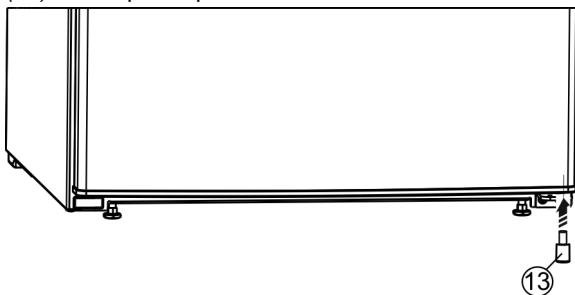

Fig. 10
- Colocar la pieza distanciadora Fig. 10 (13) de nuevo en el lado inferior derecho de la puerta, puesto que es importante para la estabilidad del aparato.